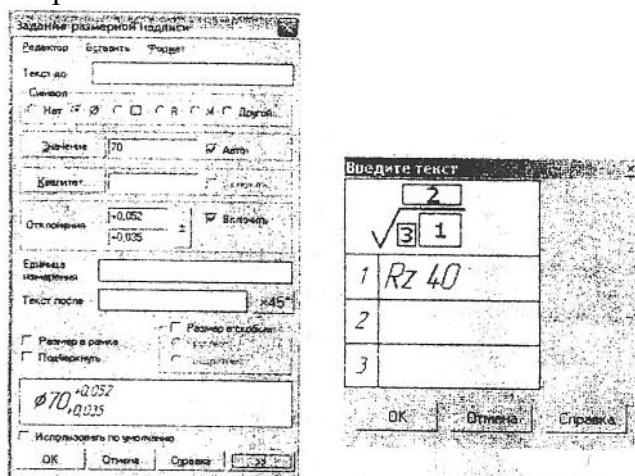

Рисунок 5
6. Ввод обозначения шероховатости поверхности. Активизируйте кнопку **Шероховатость** на компактной панели **Обозначения** и на **Панели свойств** в блоке *Тип* нажмите кнопку (*Без указания вида обработки*). В ответ на запрос системы укажите размерную линию длины втулки равную **100** мм. На экране появится изображение значка шероховатости поверхности с указанием вида обработки. Щелкните мышью в поле **Текст** (см. рисунок 5). Заполните окно, введя в первой графе значение **Rz 40**, нажмите **OK**. Задекорируйте обозначение шероховатости.